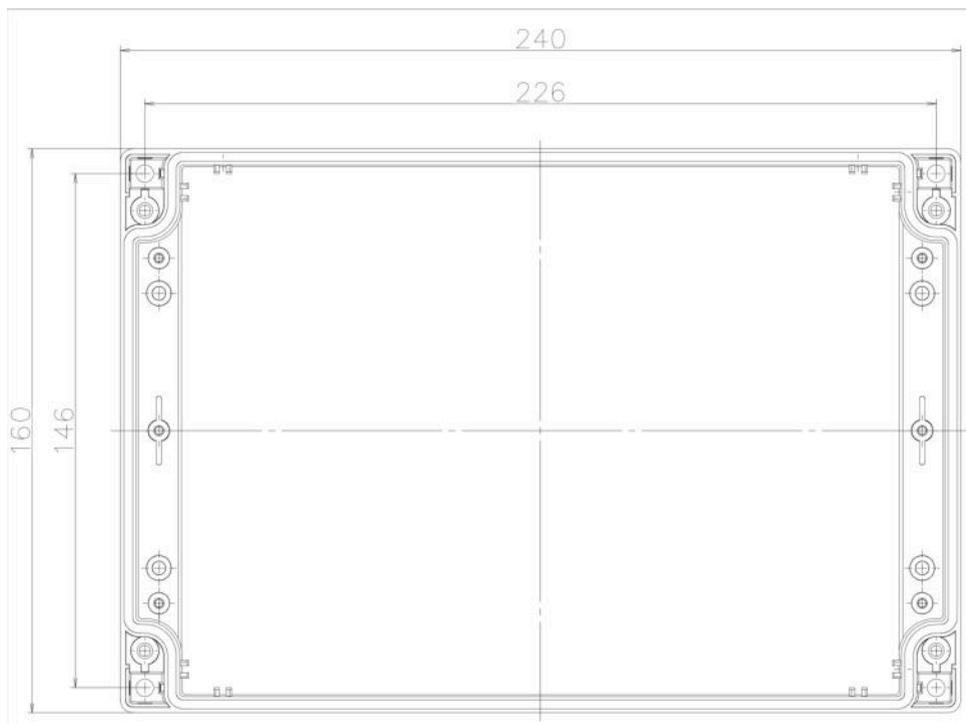

Рис.4. Установочные размеры измерителя.
5.2. Снимите верхнюю крышку и закрепите измеритель на стене, используя 2 или 4 шурупа. Установочные размеры показаны на рис.4.